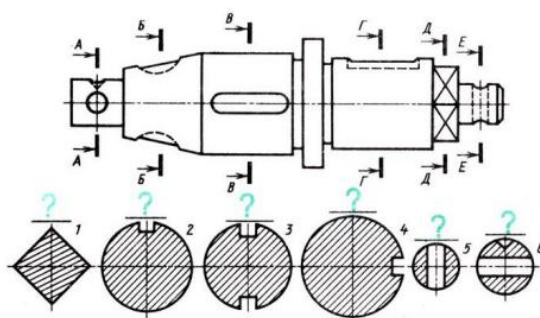

Рис. 1
2. Даны главный вид вала и шесть сечений (рис.1). Буквы, указывающие, к какому элементу детали относится сечения, не проставлены, а заменены вопросительными знаками. Выберите ответ, который содержит правильное соотношение буквенных обозначений и сечений.